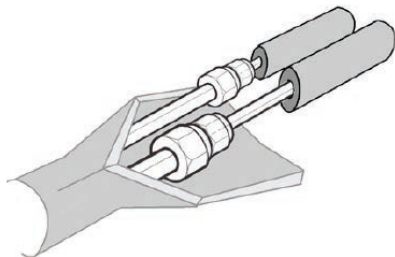

Fig. 24 -
- Het verbindingstuk naar de binnenunit moet in thermische isolatie worden gewikkeld "Fig. 24 -".